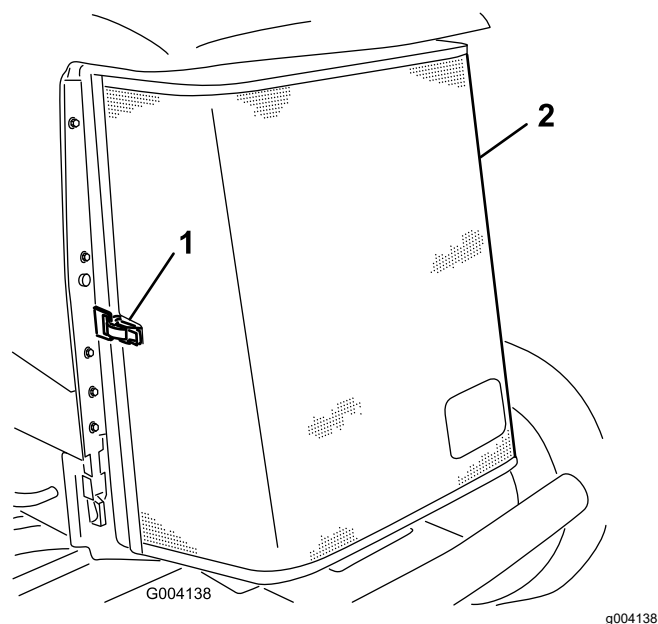

Figura 86
3. Desfaceți clema și deschideți prin pivotare ecranul spate (Figura 86).